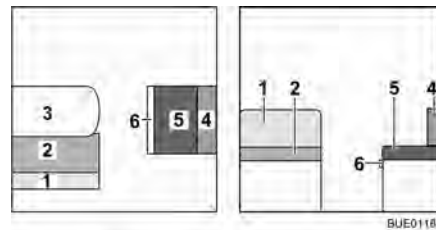

Fig. 114 Antes de la transformación
- Transformar la mesa (Fig. 114,3) en base de cama (véase apartado 6.10).
- Quitar el cojín del respaldo (Fig. 114,1) y ponerlo a un lado.